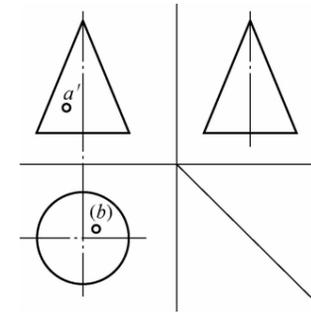

图 1-2-8
3. 如图 1-2-8 所示,完成圆锥上表面点 A、B 的投影。(保留作图线,8 分)